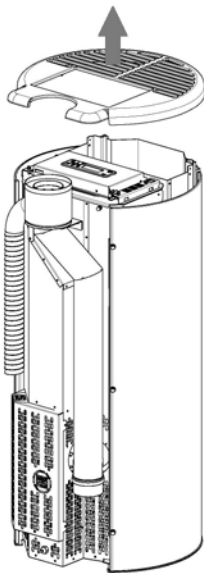

Fig. 77 - Retrait du couvercle
- Retirer le couvercle en fonte (voir **Fig. 77**).